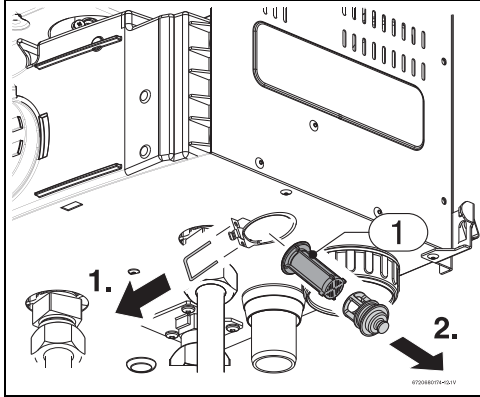

Fig. 53
- Sustituir el filtro de agua (Fig. 53).